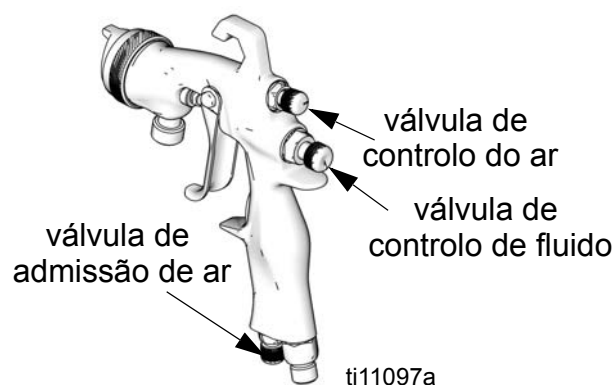

FIG. 3
2. Para obter um padrão em leque completo, abra a válvula de controlo do ar, rodando o botão completamente no sentido anti-horário. Consulte FIG. 3.
3. Para criar um padrão circular, desligue o padrão de ar rodando a válvula de controlo do ar completamente no sentido horário. Consulte FIG. 3.